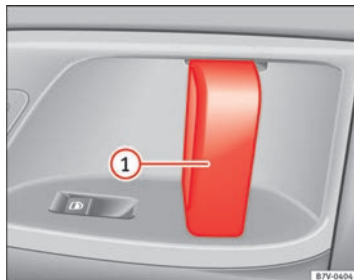

Fig. 50 Nella porta scorrevole: maniglia della porta ①.
Aprire la porta scorrevole dall'interno.	Con la porta scorrevole sbloccata, aprire la porta completamente tirandola dalla maniglia interna ⇒ fig. 50 ①.